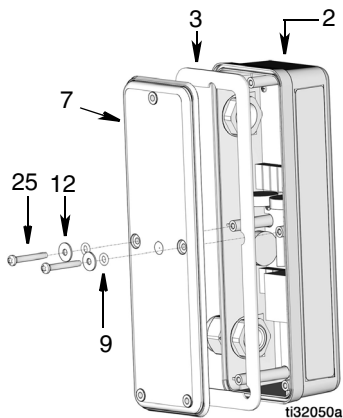

**FIG. 37**
- Insérer une extrémité du câble par le serre-câble (19) et dans le boîtier de la PAC (2).
- À l'intérieur du boîtier de l'électronique de la PAC (2), connecter le fil neutre (blanc) au SOL - (blanc) et le fil ligne (noir) au SOL + (noir) dans le bloc de bornes (FIG. 37).
- Serrer le serre-câble (19) (FIG. 37).